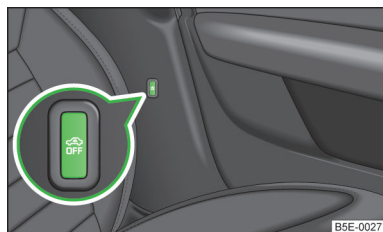

Fig. 16
- Pulsar la tecla » fig. 16 del montante central en el lado del conductor, la tecla cambiará el color del símbolo de rojo a naranja.